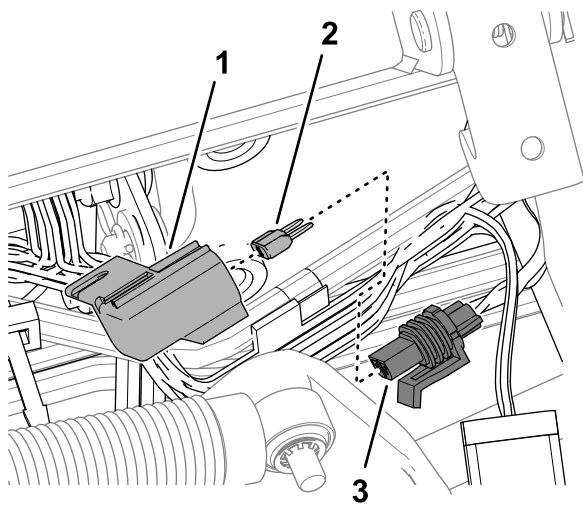

Figure 104
3. Déposez le capuchon du porte-fusibles en ligne étiqueté 10 A FUSE TELEMATIC PWR (Figure 104).